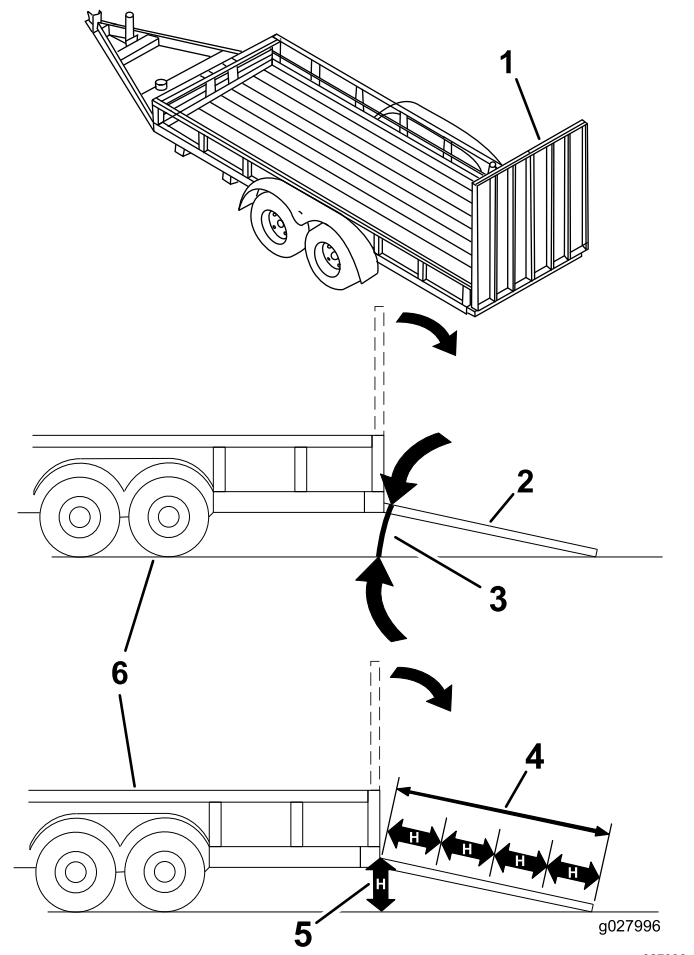

Figura 26
El cargar la máquina en un remolque o un camión aumenta la posibilidad de un vuelco y podría causar lesiones graves o la muerte (Figura 26).
3. Baje la rampa, asegurándose de que el ángulo entre la rampa y el suelo no supera los 15 grados (Figura 26).
1. Baje la rampa, asegurándose de que el ángulo entre la rampa y el suelo no supera los 15 grados (Figura 26).